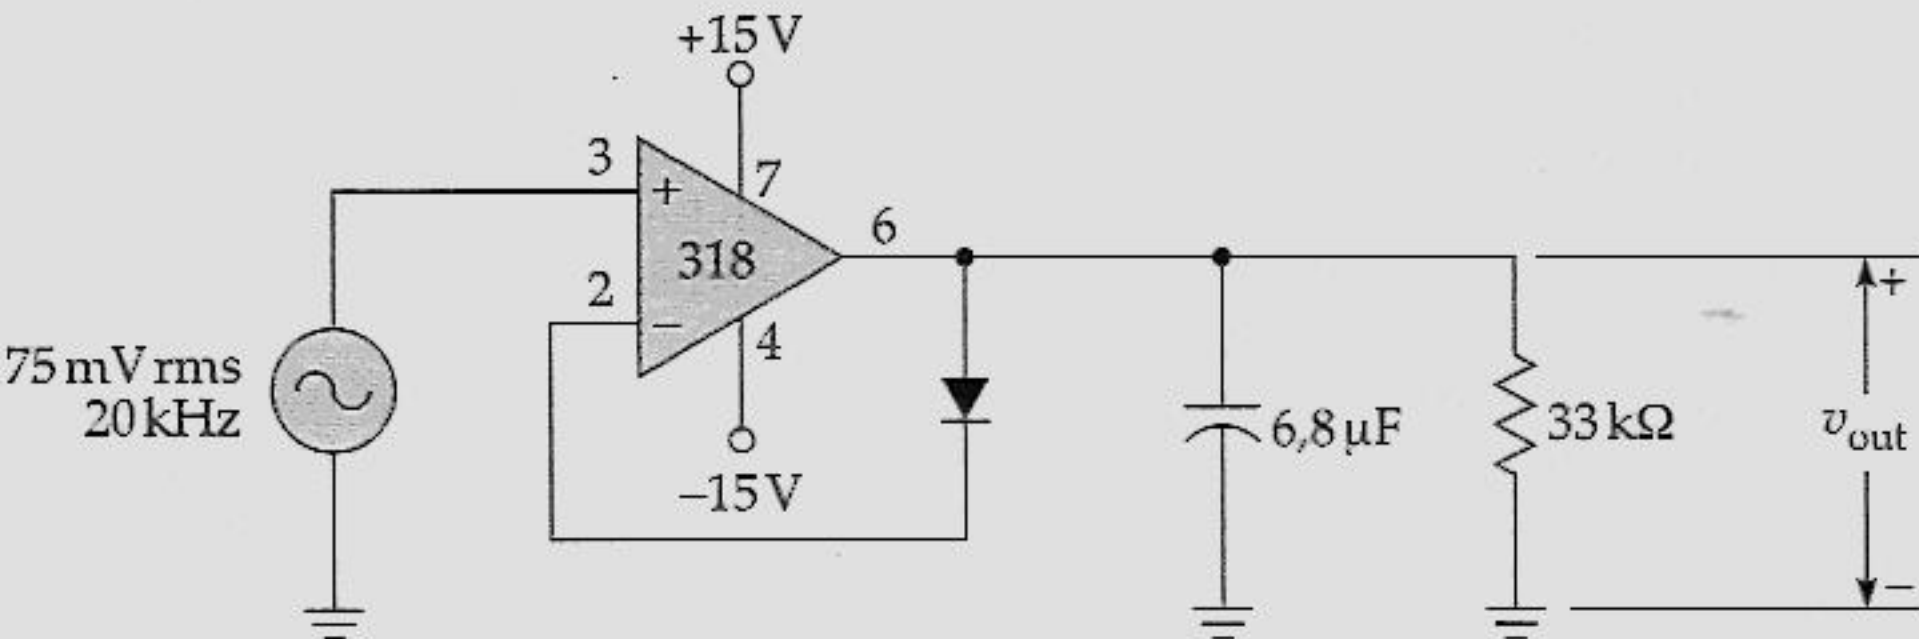

Figura 21.36 Exemplo.
- 21.1 Qual a tensão de saída do circuito da Figura 21.36?
- 21.2 Qual a menor frequência recomendada para o circuito da Figura 21.36?
- 21.3 Suponha que o diodo da Figura 21.36 esteja invertido. Qual a tensão de saída?
- 21.4 A tensão de entrada do circuito da Figura 21.36 é alterada de 75 mV rms para 150 mV de pico a pico. Qual a tensão de saída?